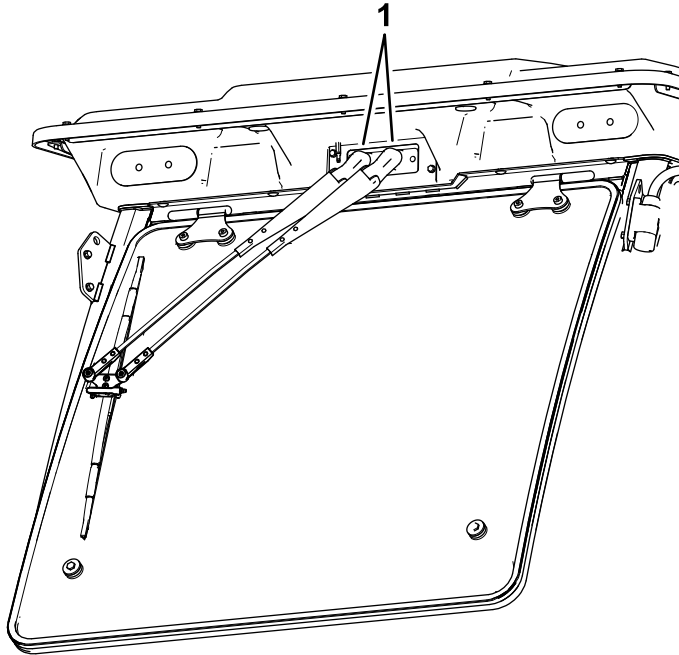

Figure 147
1. Ouvrez les capuchons sur les bras d'essuie-glace (Figure 147).